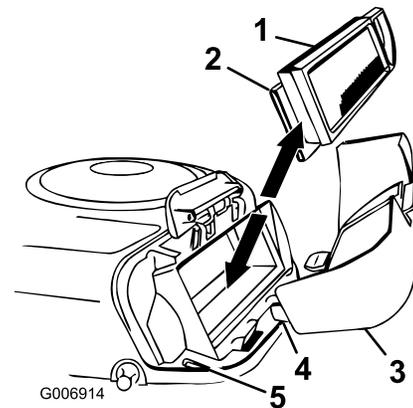

Bild 21
7. Schieben Sie den Papier- und den Schaumeinsatz vorsichtig vom Gebläsegehäuse herunter (Bild 21).
- Fluchten Sie die Nasen des Luftfilterdeckels mit den Schlitzen im Gebläsegehäuse aus (Bild 21).